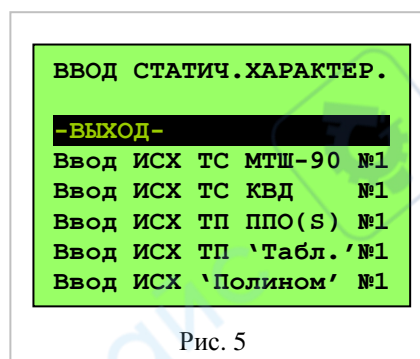

Рис. 5
2.3.4 Поле «Ввод статич.характер.» - вход в меню ввода индивидуальных статических характеристик (ИСХ). Рис.5. Выбор типа ИСХ осуществляется при помощи кнопок «▲», «▼». Выбор номера характеристики (№1 или №2) – «◀», «▶». «■» - вход в меню редактирования.